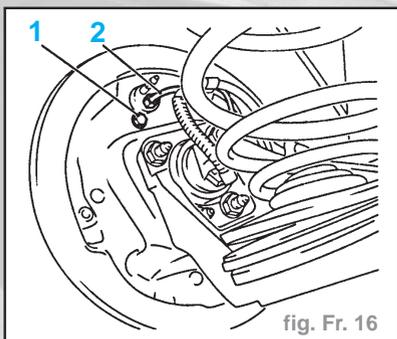

fig. Fr. 16
- Dévisser la conduite de frein (2), récupérer le liquide de frein et obturer les orifices. Déposer la vis de fixation (1) et retirer le cylindre de frein de roue. (fig. Fr 16)